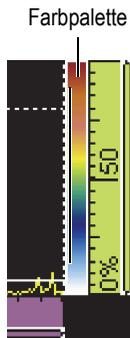

Abbildung 6-16 Farbpalette am rechten Rand des A-Bilds
1. Tippen Sie auf eine Farbpalette der Amplitude (siehe Abbildung 6-16 auf Seite 199) und wählen Sie dann **Laden** aus.
Am rechten Rand sehen Sie die Farbskala des A-Bilds (siehe Abbildung 6-16 auf Seite 199).